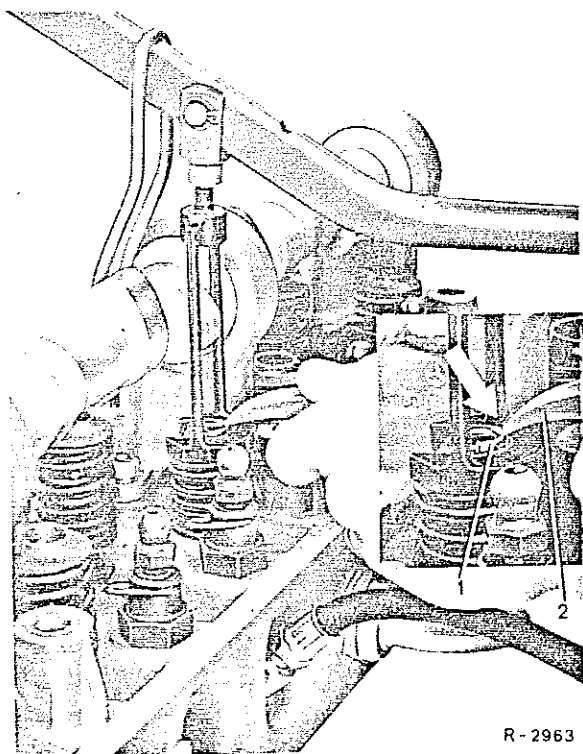

Fig.05-3/4
- c) Voor het monteren van de klepgeleiderafdichting op de klepgeleider moeten zelfvervaardigde montagestem-pels worden gebruikt (fig.05-3/6).